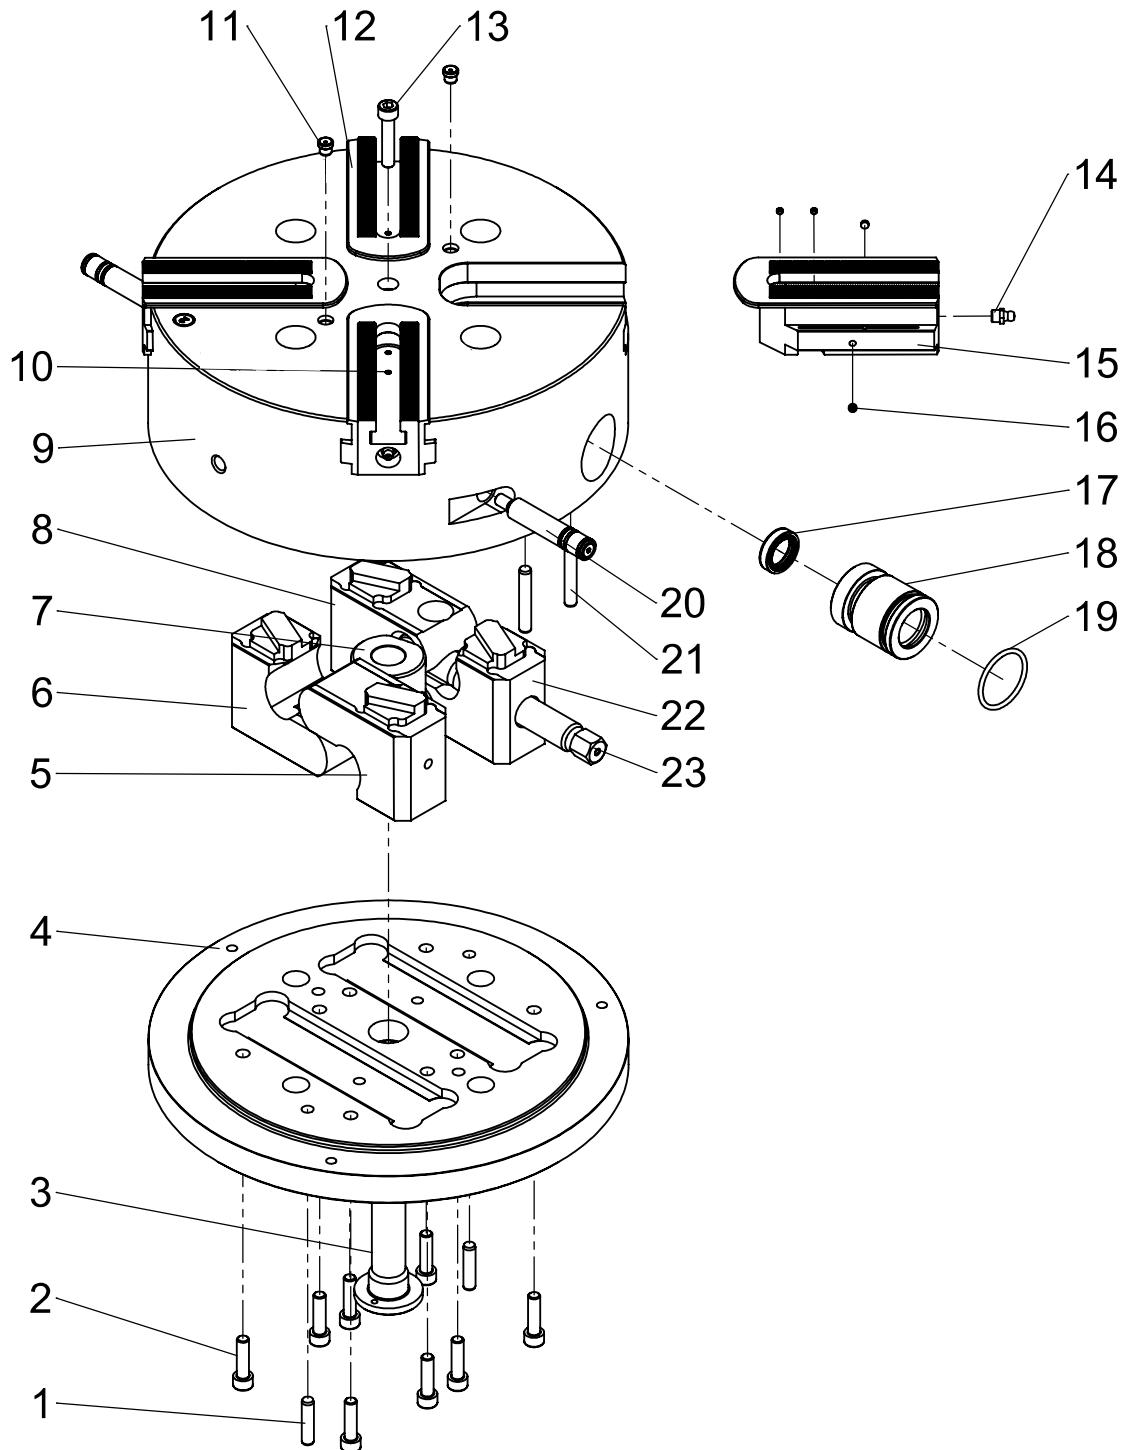

Fig. 8-1 : Pièces de rechange (VD016 à VD040)
- Étape 1** Recherchez la pièce de rechange souhaitée dans les figures 8.1/8.2/8.3/8.4/8.5.
Étape 1 Recherchez la pièce de rechange souhaitée dans les figures 8.1/8.2/8.3/8.4/8.5.